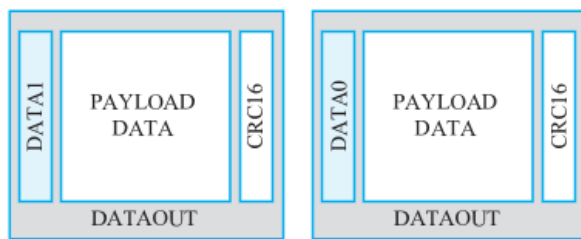

图 15.13 USB 数据数据包
(2) 数据数据包：加载数据的大小会因传输类型的不同而异，数据大小的范围为 0-1024B。在每一个数据数据包成功传输后，数据包 ID 在 DATA0 和 DATA1 之间切换，数据包由一个 16 位 CRC 结束。数据数据包结构如图 15.13 所示。